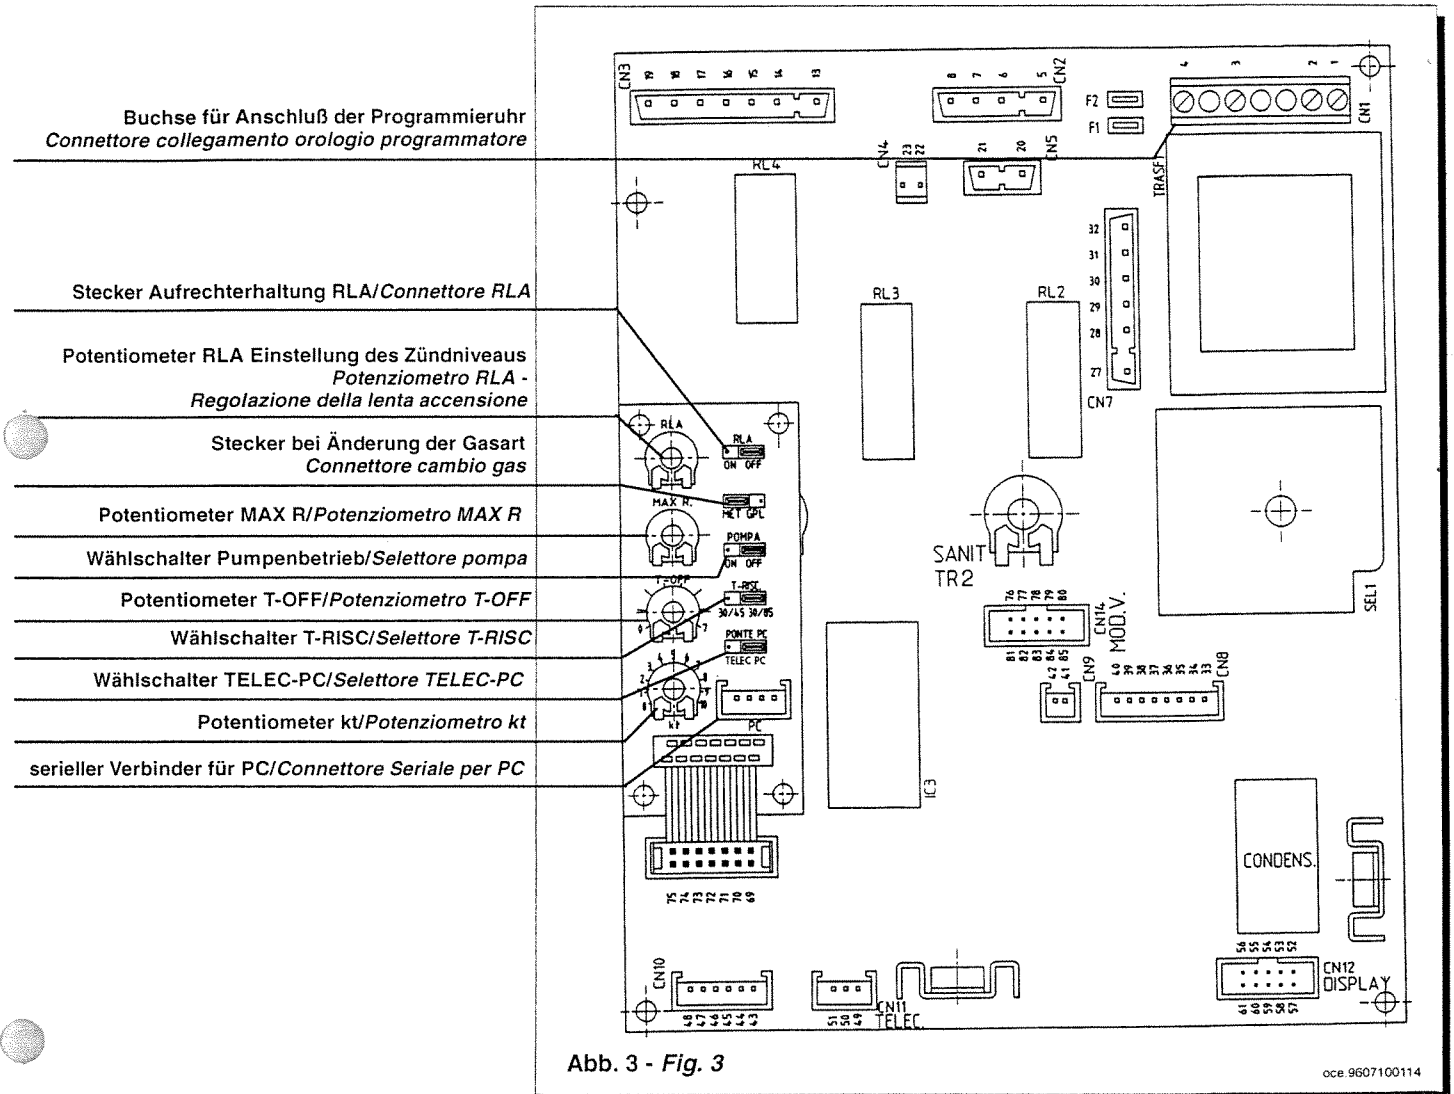

Abb. 3 - Fig. 3
- 2) Das Stecker RLA (Abb. 3) an der Regelungskarte auf ON stellen und das entsprechende Potentiometer (Abb. 3) vollständig gegen den Uhrzeigersinn drehen (RLA-Mindestwert).